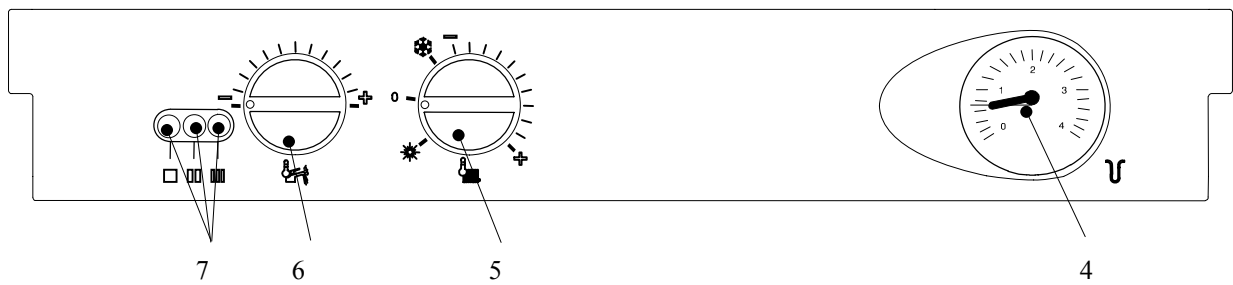

Fig. 1.3
Three lights (7 in Fig. 1.3) give detailed indication regarding the operation of the boiler.
- 2 Turn on the electricity supply to the boiler, switching on the fused spur isolation switch. The appliance operation light 7 (Fig. 1.3) will flash every 4 seconds (stand-by condition).
- 2 Включите электропитание котла. Индикатор котла 7 (рис.1.3.) будет моргать каждые 4 секунды (состояние ожидания)